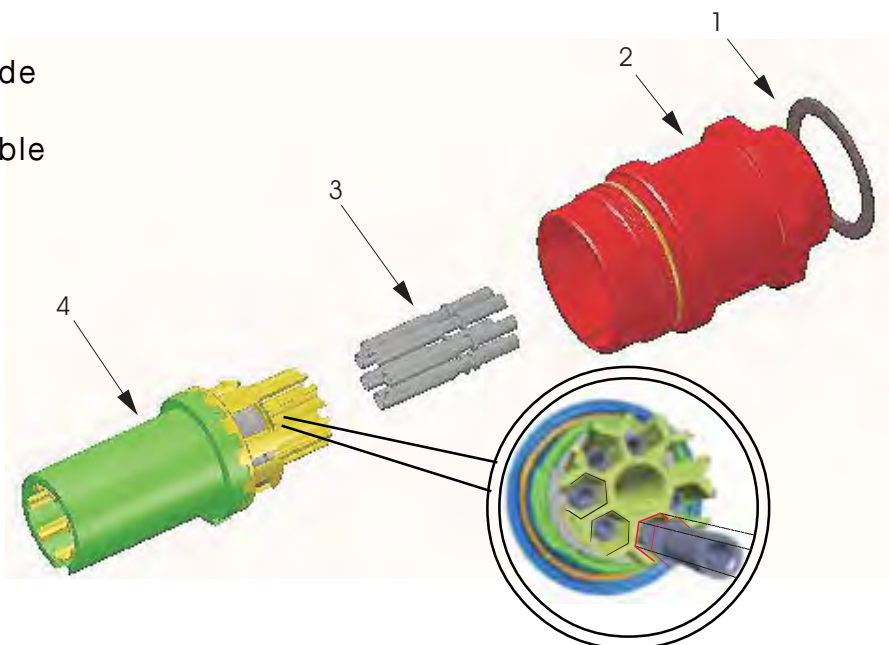

Fig 10.2 Pré-sertissage des conducteurs
2. Enficher les conducteurs dans l'ouverture des *contacts femelles* (3).
3. Pré-sertir tous les conducteurs avec la pince à sertir (-> accessoire) (Fig. 10.2) ou braser tous les contacts femelles et enfiler la gaine thermorétractable sur chaque brasure.